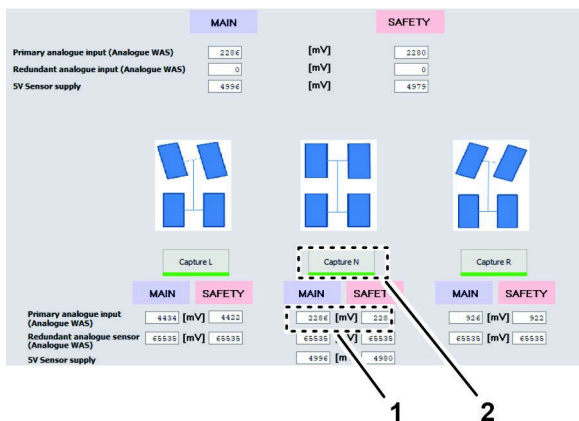

Figure 150
8. Cliquez sur l'icône CAPTURE N (Figure 150).